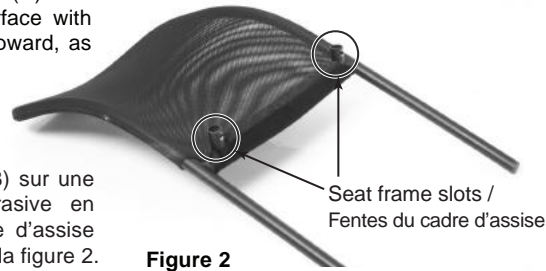

Figure 2
1. Carefully place the back frame (B) on a clean, non-abrasive work surface with the seat frame slots facing upward, as shown in Figure 2.
1. Placer le cadre du dossier (B) sur une surface propre et non abrasive en orientant les fentes du cadre d'assise vers le haut, comme illustré à la figure 2.